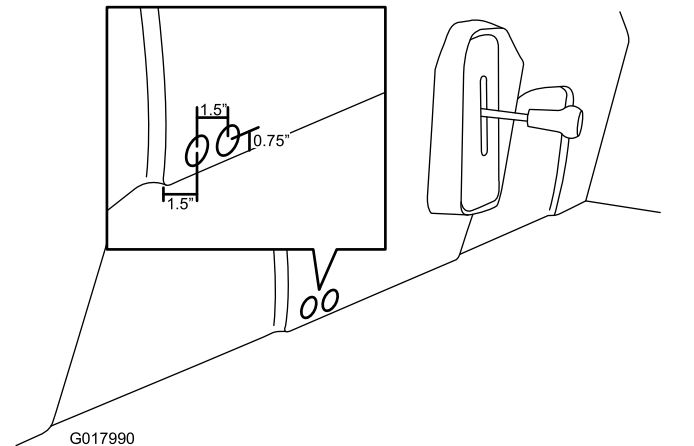

Bild 25
1. Markieren und bohren Sie zwei Löcher in das Sitzunterteil mit einer Lochsäge (1"), wie in Bild 25 dargestellt.